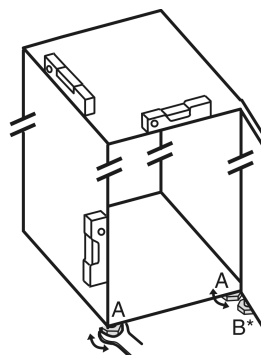

Fig. 4
- ▶ Seřizovací nožky Fig. 4 (A) vyšroubujte pomocí přiloženého vidlicového klíče a pomocí vodováhy, dokud nebude spotřebič pevně vyrovnaný.
- ▶ Seřizovací nožku Fig. 4 (B) na stojanu ložiska vytáchejte pomocí přiloženého vidlicového klíče, až dosedne na zem.
- ▶ Seřizovací nožku Fig. 4 (B) otáchejte dál o 90°.